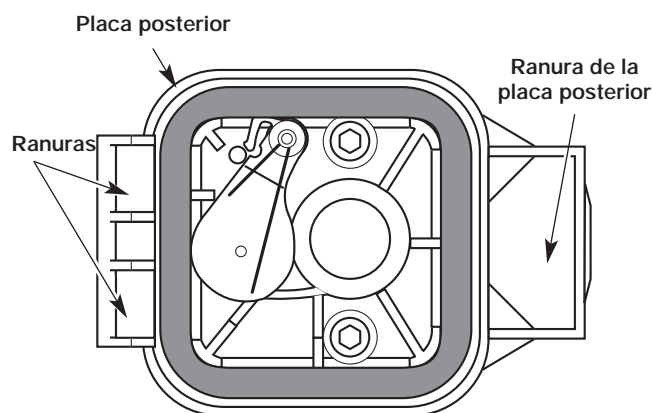

Fig. 60
6. Vuelva a colocar el filtro (Fig. 60).
7. Vuelva a instalar la cubierta del filtro de aire. Coloque los ganchos del lado izquierdo de la cubierta del filtro de aire en las ranuras del lado izquierdo de la placa posterior (Fig. 60).
8. Mueva la cubierta hacia la derecha hasta que la orejeta del filtro de aire calce en su lugar en la ranura de la placa posterior (Fig. 60).